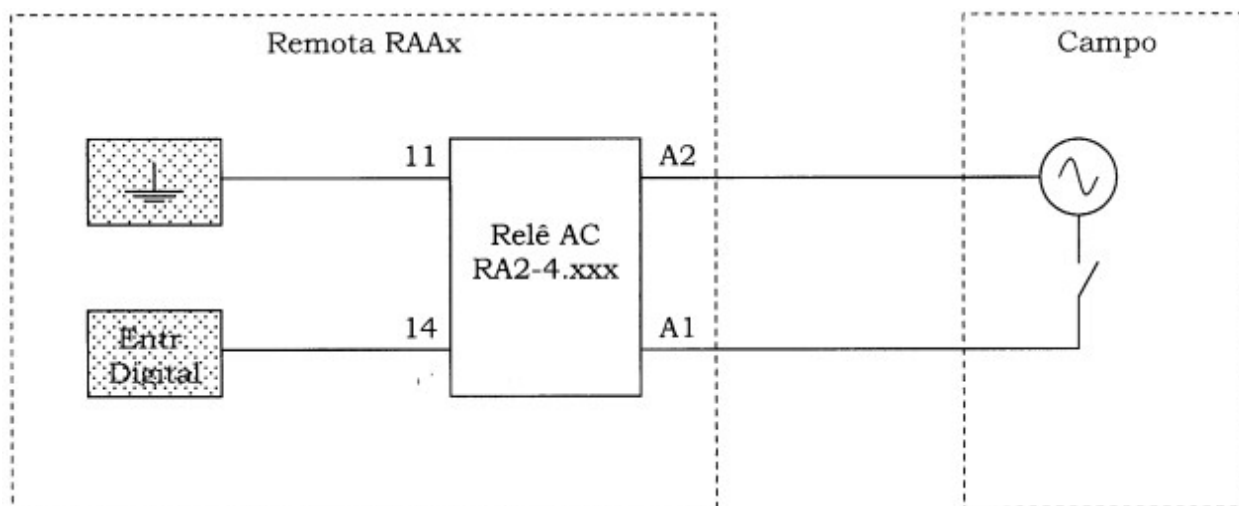

Figura 3.78. Diagrama de interligação de relês AC (entrada digital).
O diagrama de interligação dos relês de entrada (AC) é mostrado na **figura 3.78** abaixo.